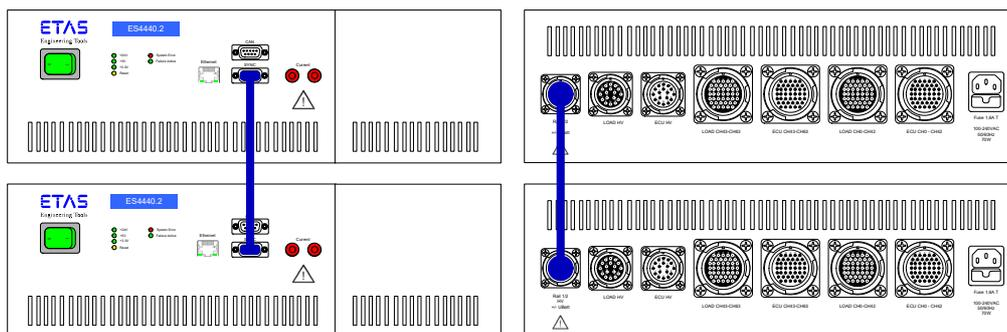

Abb. 2-5 Verbinden von der „SYNC“-Leitungen und der Fehler-Rails
- Die Synchronisationssignale der Multiplexer-Relais (Anschluss „ SYNC “ auf der Frontplatte, siehe Abb. 2-5 links)
- Die Leitungen der Fehler-Rails (Anschluss „Rail 1/2“ auf der Gehäuserückseite (Abb. 2-5 rechts)